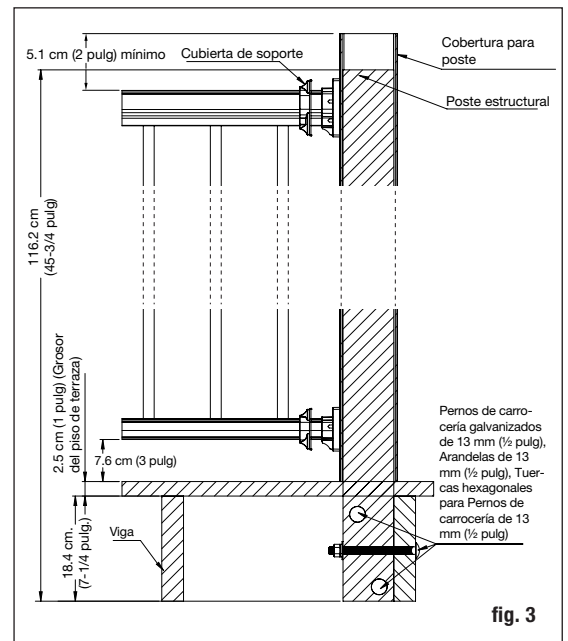

fig. 3
Paso 2 Instale los postes de barandal antes de instalar las tablas del piso de la terraza. Postes de barandal de cedro o pino tratado a presión de 10.2 x 10.2 cm (4 x 4 pulg) o monturas de poste estructural (artículo n.º 215036, de venta por separado) ofrecen la fuerza para el barandal. Nota: deben usarse monturas de poste estructural para la instalación en concreto. La longitud de cada poste se determina por el total del ancho de la viga (generalmente 18.4 cm (7-1/4 pulg.)) + el grosor de la terraza (2.5 cm (1 pulg.)) + la altura del barandal (91.4 cm (36 pulg.)) + el espacio para el tope del poste (5.1 cm (2 pulg.)) = 117.4 cm (46-1/4 pulg.). **Importante: No haga muescas en los postes de barandal de 10.2 x 10.2 cm (4x4 pulg.). Las muescas reducirán la fuerza del poste y podrían causar el colapso o falla del barandal (fig. 3).**
Paso 3 Posicione, alinee verticalmente con un nivel, y sujete con abrazaderas el poste de barandal a la cara interior de la viga. Vuelva a alinear verticalmente. El poste de barandal de 10.2 x 10.2 cm (4x4 pulg.) debe sujetarse con pernos al interior de las vigas usando dos pernos de carrocería galvanizados de 1.2 cm (1/2 pulg.), arandelas y tuercas. Los postes en esquinas utilizan un tercer perno de carrocería insertado a través de la viga adyacente, arandela y perno (fig. 3).
Paso 5 Recorte las coberturas de postes de 10.2 x 10.2 cm (4x4 pulg.) a la longitud adecuada. Las coberturas para poste deben ser al menos 5.1 cm (2 pulg) más largas que la altura del barandal (fig. 3). Ejemplo: para un barandal de 91.4 cm (36 pulg.) de altura, recorte la cobertura del poste a un mínimo de 96.5 cm (38 pulg.), o puede dejarse más larga si se desea.
Importante: No haga muescas en los postes de barandal de 10.2 x 10.2 cm (4x4 pulg.). Las muescas reducirán la fuerza del poste y podrían causar el colapso o falla del barandal (fig. 3).